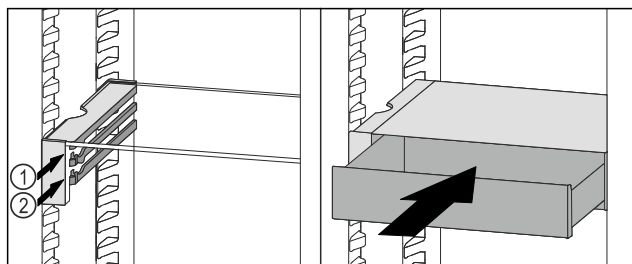

Fig. 246
- Встановити висувний ящик VarioSafe за стопорами на потрібне ребро Fig. 246 (1) або Fig. 246 (2).